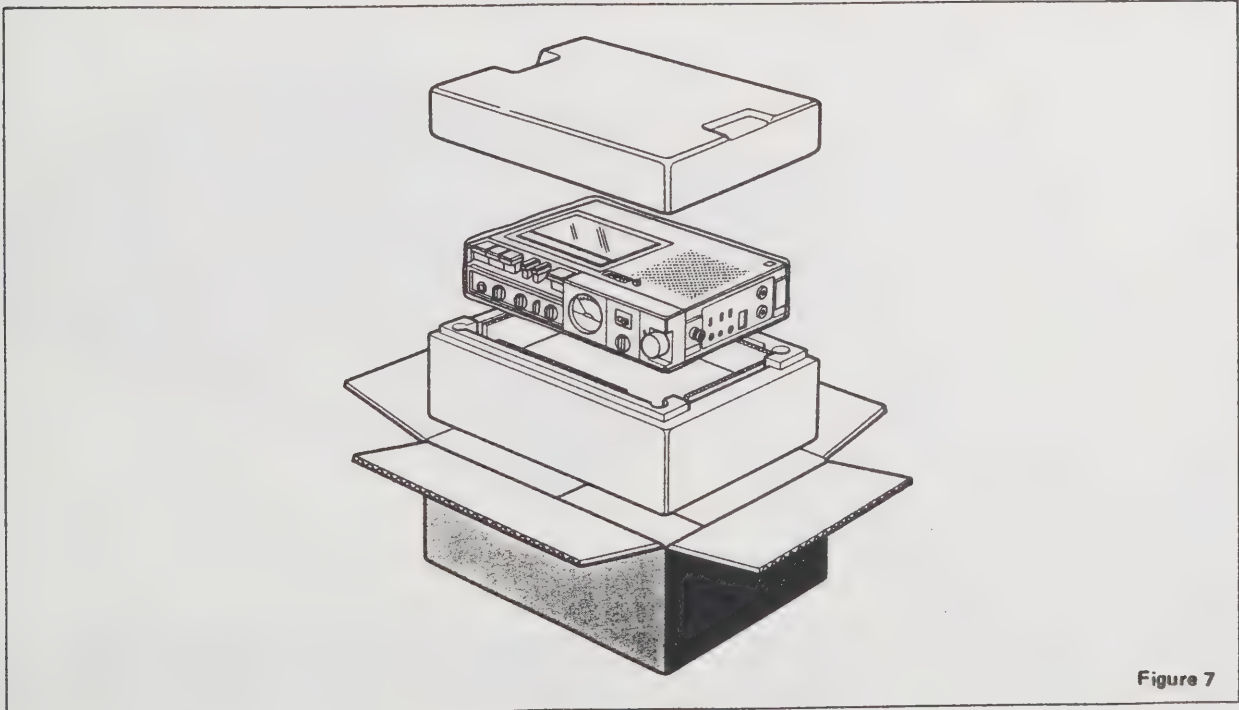

Figure 7
- a. Emballez l'appareil très soigneusement en utilisant l'emballage d'origine (voir figure 7 de la page 15).